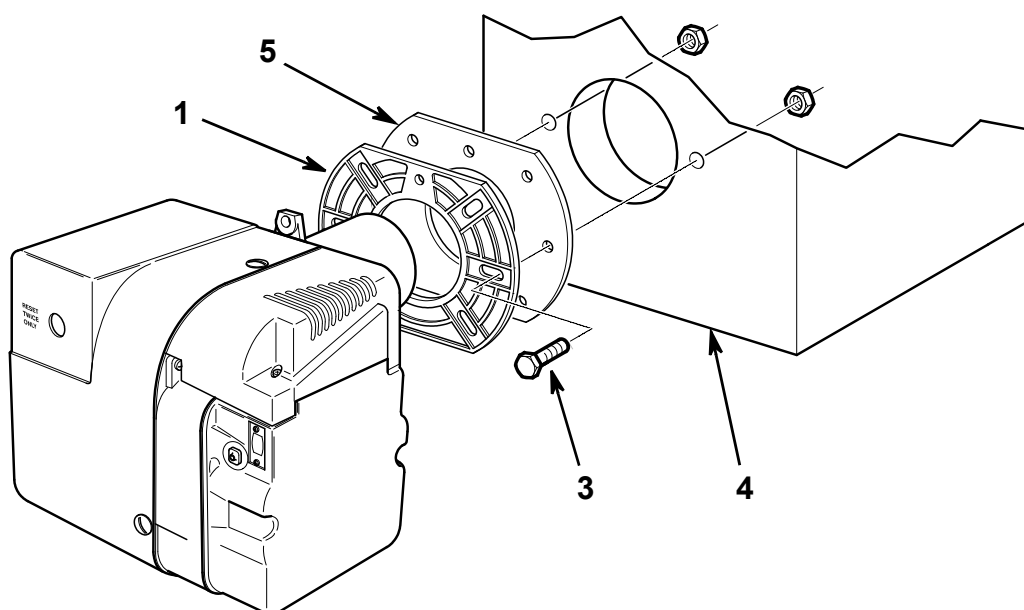

Fig. 6
- Fixer la bride 1) à l'appareil 4) en utilisant les écrous 3) fournis avec l'écran 5) à intercaler comme montré sur la Fig. 6
- Fixer l'écrou de sûreté 8)(Fig. 6) sur le boulon 6).